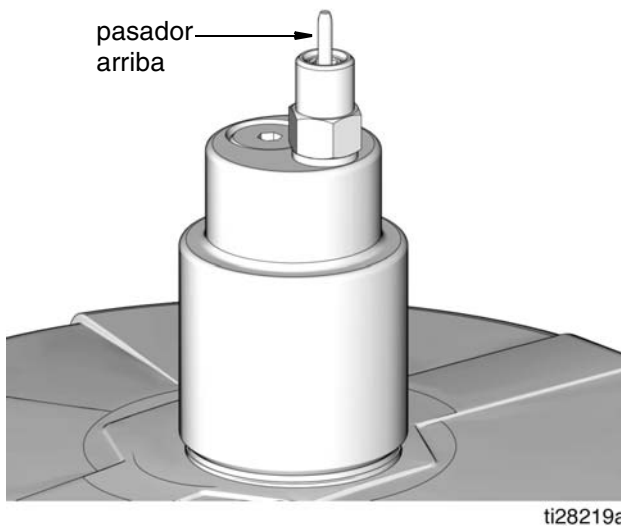

FIG. 13
2. Conecte la manguera de suministro (G) en la conexión rápida (V).
3. Encienda la bomba de la estación de llenado remoto (F) y llene el depósito G3 (D) hasta que la clavija del indicador de la válvula de llenado automático vaya hacia arriba tal como se muestra en la FIG. 13. La presión de la bomba de llenado (F) se acumula y la bomba se bloquea.